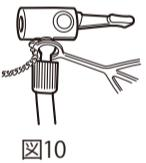

図10
- 1 口金の口金レバーが図10のおきていることを確認します。